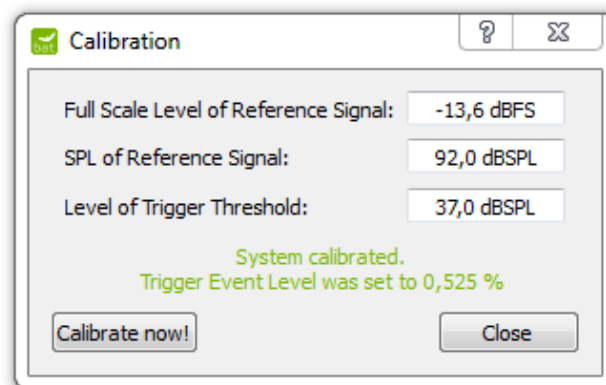
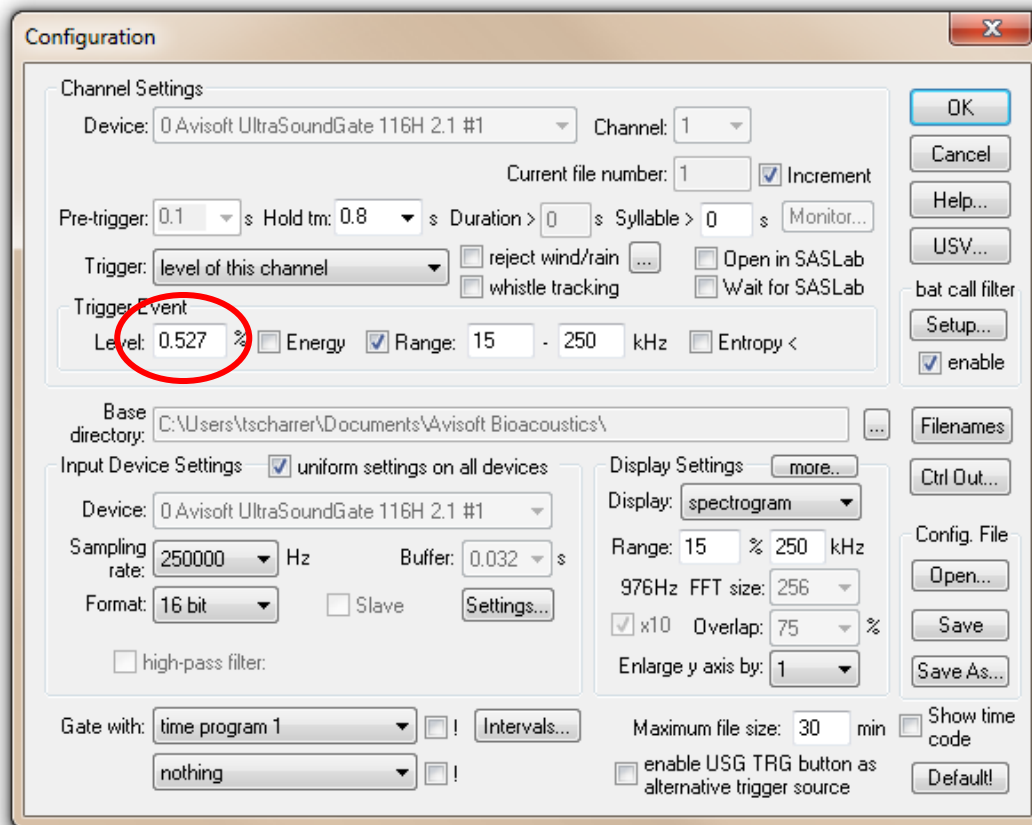

Abbildung 2: Kalibrierdialog in BATcontrol
Abbildung 3: Configuration Dialog der Software RECORDER
Zur Kalibrierung tragen Sie die beiden Werte, welche zusätzlich auf der Mikrofon-scheibe vermerkt sind, in den Kalibrierdialog von BATcontrol (zu finden auf der Seite „Monitoring“ durch Klicken auf den Button „Calibration“, siehe Abbildung 2) ein. Geben Sie zudem unter dem Punkt „Level of Trigger Threshold“ einen von Ihnen gewünschten Triggerschwellwert $A_{\text{dB SPL}}$ an und klicken Sie auf den Button „Calibrate now!“. Durch Bestätigen des sich öffnenden Warnhinweises wird Ihr System kalibriert. Dies wird ab BATcontrol Version 1.1.10 zudem visuell bestätigt und der hieraus resultierende Trigger Level Threshold in % ($A\%$) angezeigt. Dieser Wert kann im Configuration Dialog der RECORDER-Software (siehe Abbildung 3) überprüft werden.
10. Öffnen Sie den Kalibrierdialog von BATcontrol (siehe Abbildung 2).
15. Ab BATcontrol Version 1.1.10 wird die erfolgte Kalibrierung visuell bestätigt und der hieraus resultierende Trigger Level Threshold $A\%$ in % angezeigt. Dieser Wert kann im Configuration Dialog der RECORDER-Software (siehe Abbildung 3) überprüft werden.
Die -3 dB müssen hierbei subtrahiert werden, um den reference signal level als RMS (root mean square) Wert in die Berechnung eingehen zu lassen. Die +20 dB korrigieren den Einfluss der x10 Verstärkung und müssen bei deaktivierten Kontrollfeld „x10“ nicht addiert werden. Nach erfolgter Kalibrierung entspricht der Wert $A_{\%}$, welcher unter trigger level (threshold) [%] angezeigt wird, dem Wert des Trigger Event Levels im Dialog Configuration der RECORDER-Software (siehe Abbildung 3).